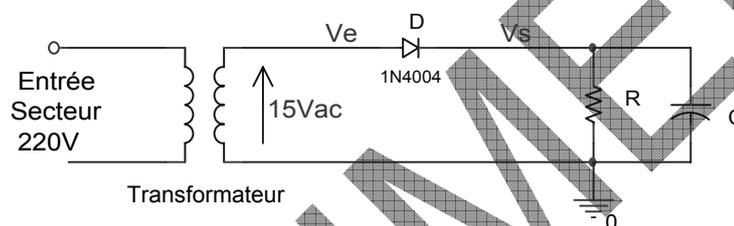

fig.3
1.4 FILTRAGE : schéma de principe fig.3
La fonction filtrage consiste à rendre continue la tension de sortie V_s figure 3.